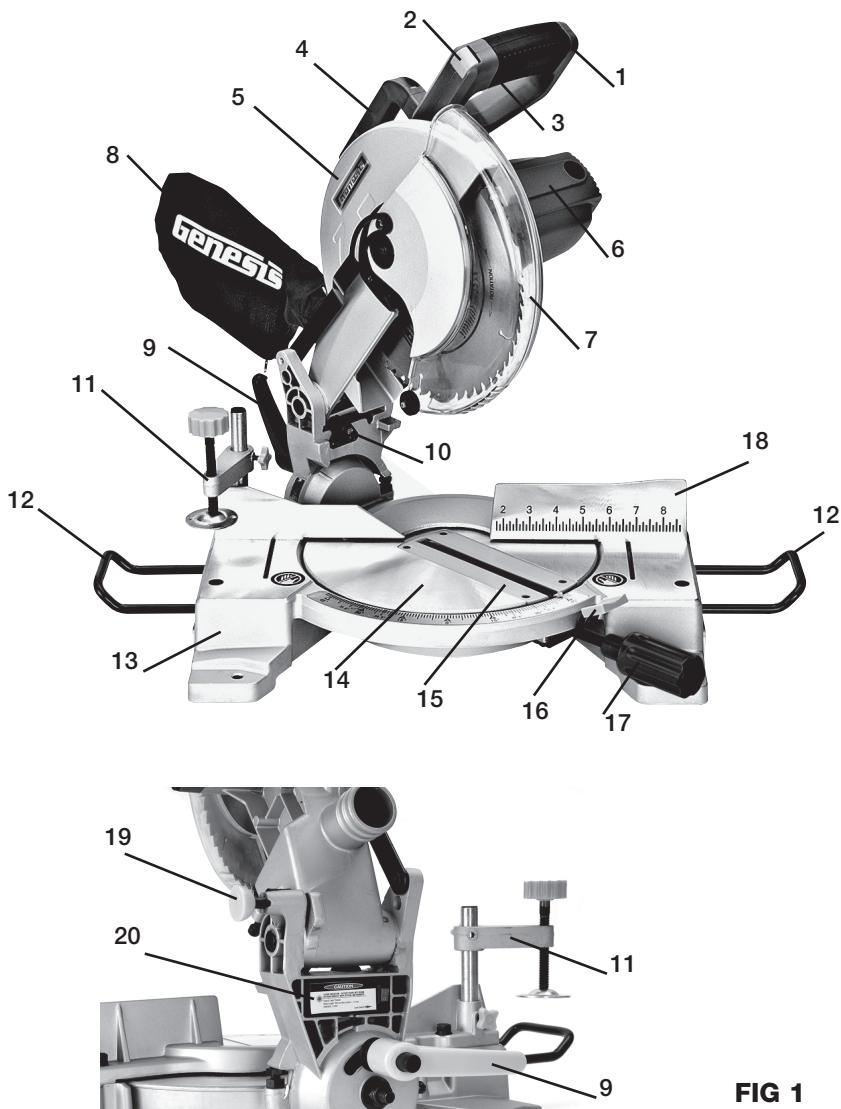

FIG 1
3. Utilisation de la poignée de transport (4-FIG1) soulevez la scie de la boîte et placez-le sur une surface de travail.
4. La scie a été expédiée avec la scie la tête enfermée dans la position. Pour libérer la tête de la scie pousser sur le dessus de la tête de la scie, tirez sur le bouton de blocage (19-FIG1), la tourner d'un quart de tour et de laisser aller, augmenter lentement la tête de la scie.